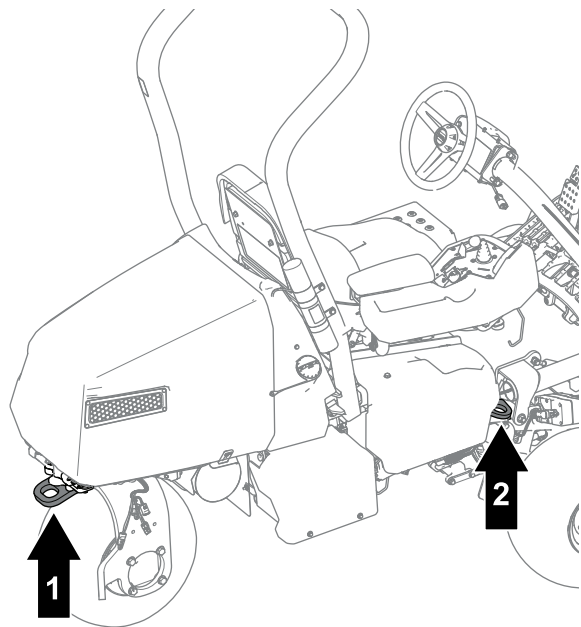

図 35
- 荷台に載せたら、ストラップ、チェーン、ケーブル、ロープなどで機体を確実に固定してください。機体の前後に取り付けた固定ロープは、どちらも、機体を外側に引っ張るように配置してください 図 35。